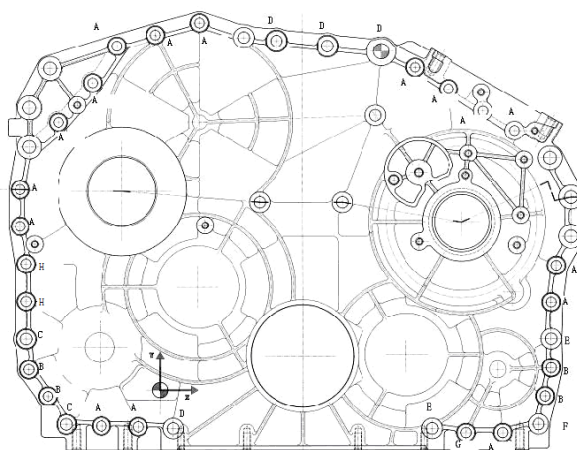

图 11 齿轮室紧固螺栓安装位置示意图
8.14.3 将正时齿轮室压到前端板上，然后按图11所示安装齿轮室紧固螺栓 M8 螺栓拧紧至  $20\text{ N}\cdot\text{m} \pm 4\text{ N}\cdot\text{m}$ ，M10 螺栓的拧紧力矩为  $60\text{ N}\cdot\text{m} \pm 12\text{ N}\cdot\text{m}$ 。